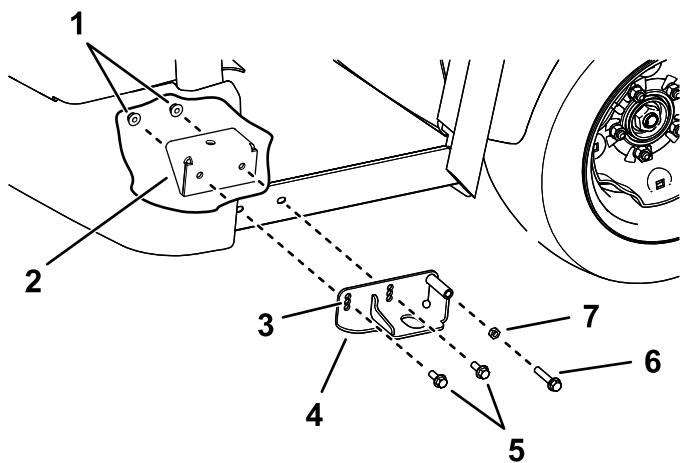

Рисунок 26
3. Установите левый и правый сборочные узлы на передние монтажные кронштейны кабины с помощью 2 фланцевых болтов с шестигранной головкой ($\frac{3}{8}$ x 1 дюйм) и 2 фланцевых гаек ($\frac{3}{8}$ дюйма) на каждой стороне (Рисунок 26).
4. Установите регулировочный болт ($\frac{3}{8}$ x 2 дюйма) и шестигранную гайку ($\frac{3}{8}$ дюйма) в левый и правый сборочные узлы на каждой стороне автомобиля (Рисунок 26).
Используйте регулировочный болт (Рисунок 26) для расположения кабины по центру.